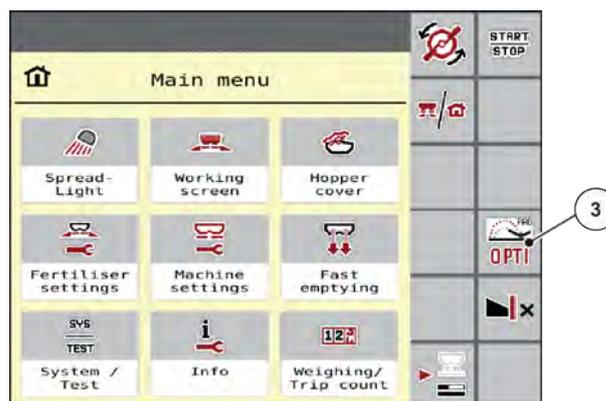

図 15: メインメニューで OptiPoint が有効
- ▶ 「OPTI」ファンクションキーを押して、枕地モードを起動します。またはメインメニューで有効にできます。図 15 メインメニューで *OptiPoint* が有効を参照。